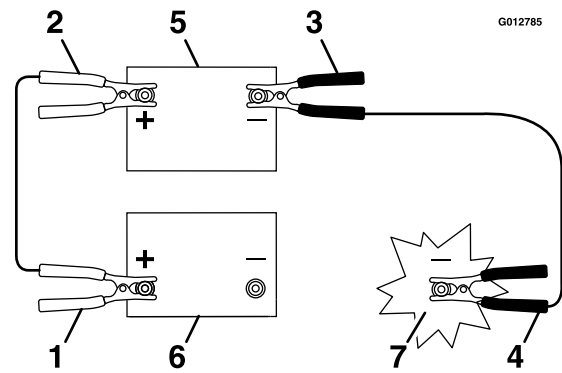

Bild 56
3. Schließen Sie das Pluskabel (+) an den Pluspol (+) der entladenen Batterie an, der am Anlasser oder Magnetventil angeschlossen ist, wie in Bild 56 abgebildet.